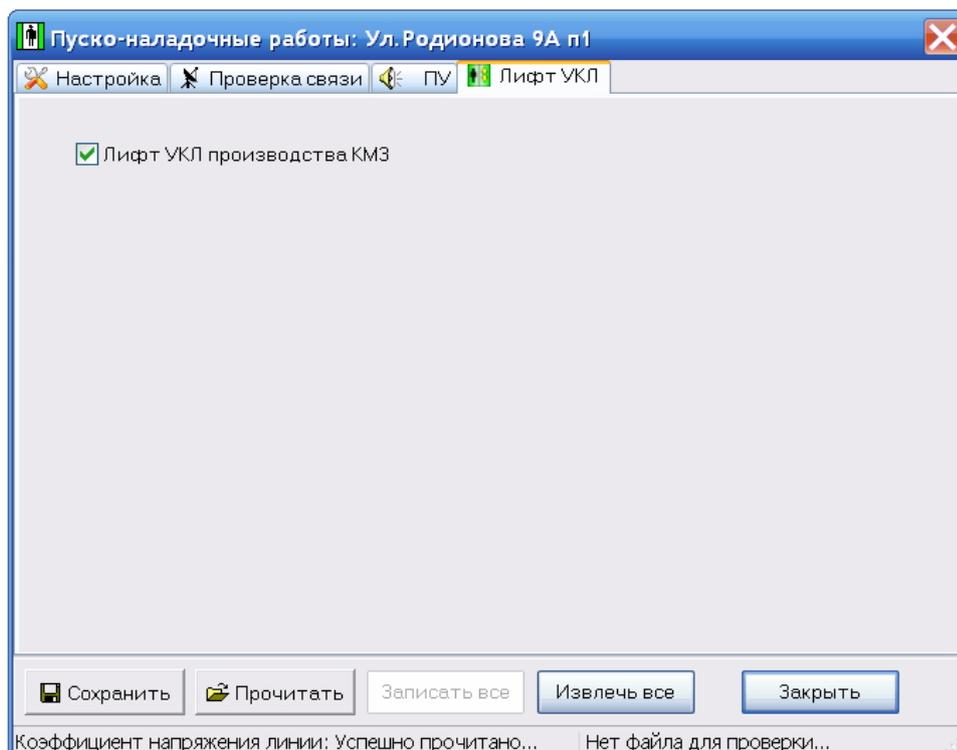

Рисунок 4 – Окно пуско-наладки, вкладка «Лифт УКЛ»
14. Откройте окно пуско-наладки лифта УКЛ (см. рисунок 4)